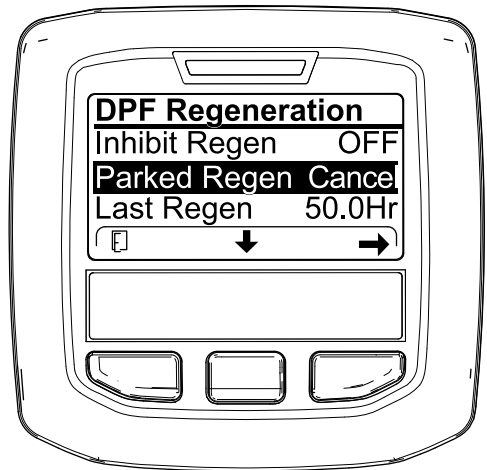
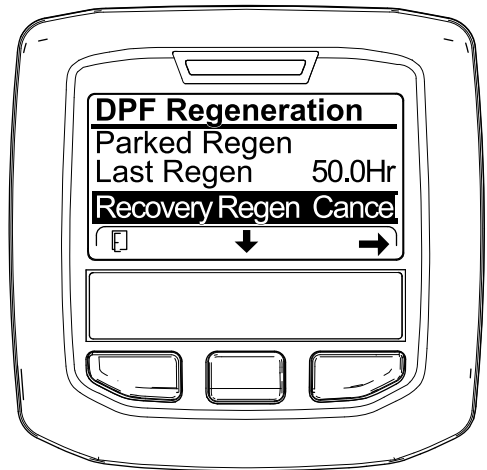

図 67
図 68
1. DPF 再生メニューにアクセスする 図 67。
2. 中央ボタンを押して下へスクロールし、駐車再生キャンセル PARKED REGEN CANCEL (図 67) またはリカバリ再生キャンセル RECOVERY REGEN CANCEL を選ぶ 図 68。
3. 右ボタンを押すと再生キャンセルに Regen Cancel に入る 図 67 または 図 68。